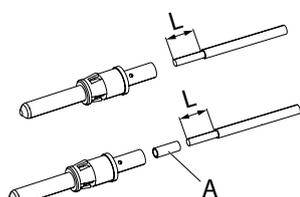
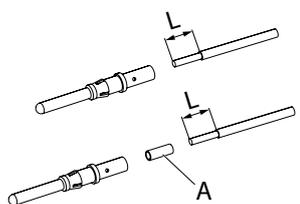

Abb. 36:
Abb. 37:
1. Kabel für die Signalkontakte auf Länge L abisolieren, wie in nachstehender Tabelle angegeben (**Abb. 36** bzw. **Abb. 37**).
Falls eine Reduzierung des Anschlussquerschnitts erforderlich ist, Reduzierhülse (A) verwenden (**Abb. 36** bzw. **Abb. 37**).